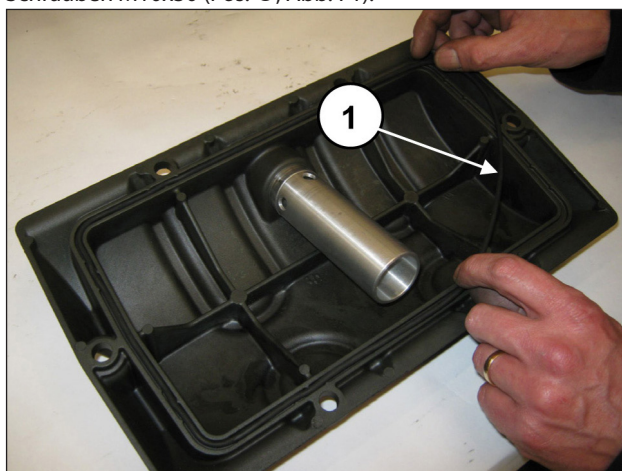
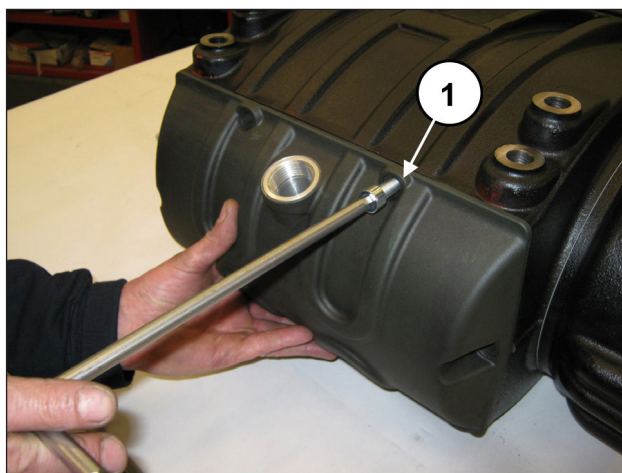

Abb. 70
Abb. 71
Setzen Sie den O-Ring in den hinteren Deckel ein (Pos. ①, Abb. 70) und montieren Sie den Deckel am Gehäuse mit den 6 Schrauben M10x30 (Pos. ①, Abb. 71).